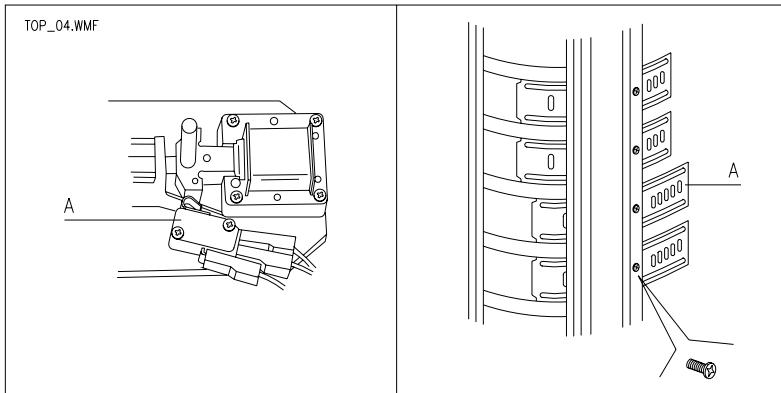

FIG. 5
- 1) L'elettromagnete viene eccitato sgancia il pistoncino e apre il micro A FIG. 5., liberando il disco.
I dischi selezione forniti nel distributore hanno gli scomparti pre-regolati come in FIG. 6 - FIG. 7. Potrà essere necessario cambiare le dimensioni degli scomparti per ospitare prodotti di tipo diverso. Si può variare il numero degli scomparti togliendo o aggiungendo le palette divisorie. Il numero degli spazi per disco potrà essere: 6,8,12,16,24,48 - 5,10,20,40. Quando si varia il numero degli spazi è necessario spostare anche le piastre scorrevoli presenti sulla mascherina copri dischi FIG. 5. Bisogna inoltre aggiungere o togliere i tappi in blocca pistoncino in relazione alla larghezza dello scomparto. Di seguito sono descritte le due procedure possibili per la sostituzione delle palette.
- 10) Sistemare, in base agli spazi creati, le piastre scorrevoli come descritto precedentemente nel paragrafo "SCOMPARTI DISCHI DI SELEZIONE" e schematizzati in FIG. 5 rif. A.